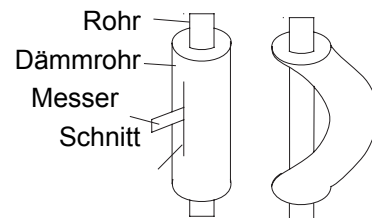

Abb. 15
4. Rohre mit Wärmedämmung nicht biegen. Das Rohr würde sich eindrücken. Die Wärmedämmung mit einem scharfen Messer anschneiden, wie im Bild 15 dargestellt, das Kältemittelrohr enthüllen, und erst dann das Rohr biegen. Die Wärmedämmung auf das im gewünschten Winkel gebogene Rohr wieder anbringen und mit Isolierband befestigen.